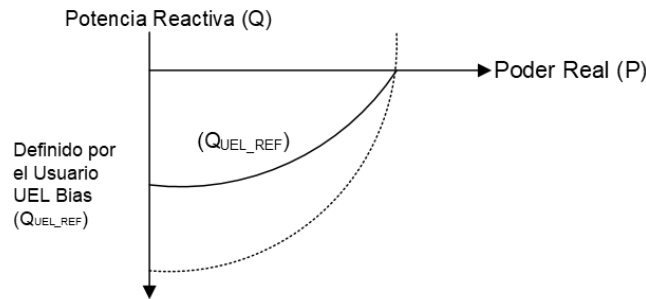

Figura 11-13. Referencia de Limitador de Subexcitación
1. La característica operativa interna de UEL está diseñada para imitar las características del limitador en el plano P-Q como se ilustra en Figura 11-13. La referencia UEL ( $Q_{UEL\_REF}$ ) se genera en función del parámetro de entrada del usuario "UEL Bias (QBIAS)" y la potencia activa (P) de la siguiente manera: